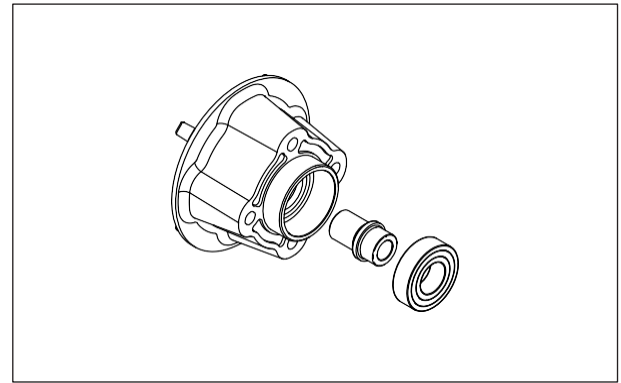

Fig. 6.91
- Extraiga el rodamiento del porta sprocket. (Fig. 6.91)